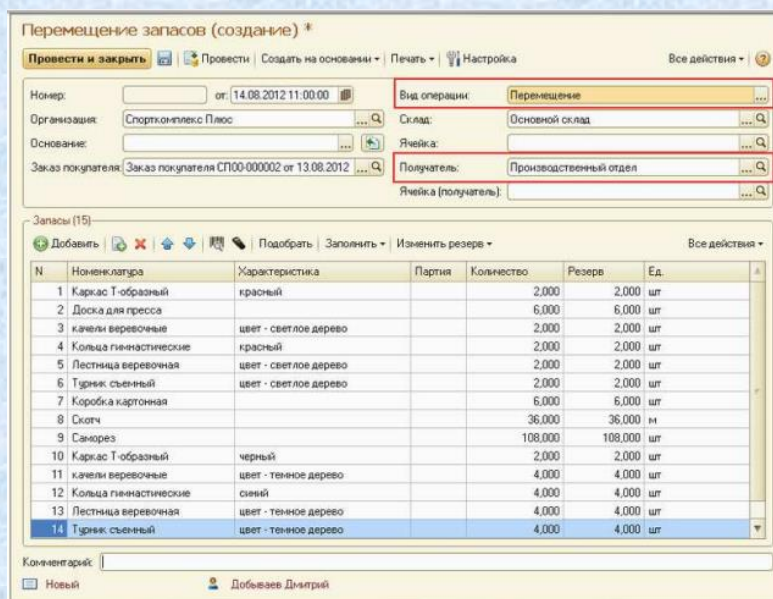

Рисунок 19 - Отчет Заказ на производство
6. Рисунок 19. **Отчет «Остатки по складу»** из раздела «**Закупки**» покажет, какие материалы находятся в конкретном производственном подразделении.
Задание №4. Самостоятельно сформируйте отчет Заказ на производство (рисунок 19).